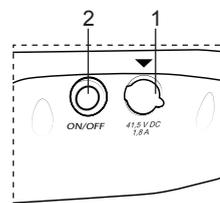

Abb. 1
**WARNUNG** – Verbinden Sie das Ladegerät (8, 9) nicht, wenn Anzeichen von Feuchtigkeit am Ladeanschluss (1) zu sehen sind.
- Der Ladeanschluss (1) befindet sich neben der An / Aus Taste (2) (Abb. 1).
- Bauen Sie das Ladegerät zusammen, indem Sie das Ladekabel (8) mit dem Netzkabel (9) verbinden.
- Verbinden Sie das andere Ende des Ladekabels (8) mit dem Ladeanschluss (1).